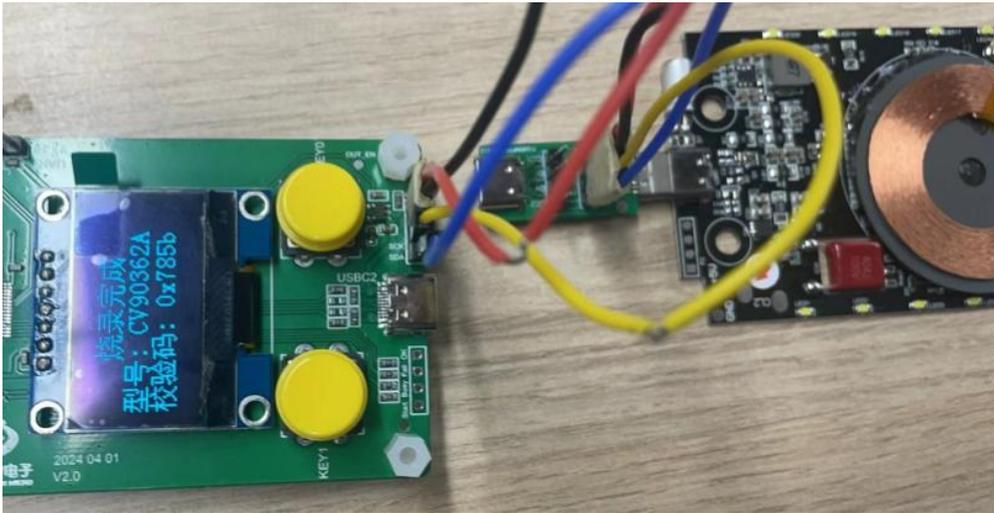

图 10
5.2.2 按压“选择功能”按钮（KEY1），选择“烧录”模式，然后按压“烧录/读取”按钮进入烧录状态，待烧录进度条完成，显示屏会显示检验码与烧录结果，成品烧录成功，则可以进入下一颗成品烧录，如图 10 所示：